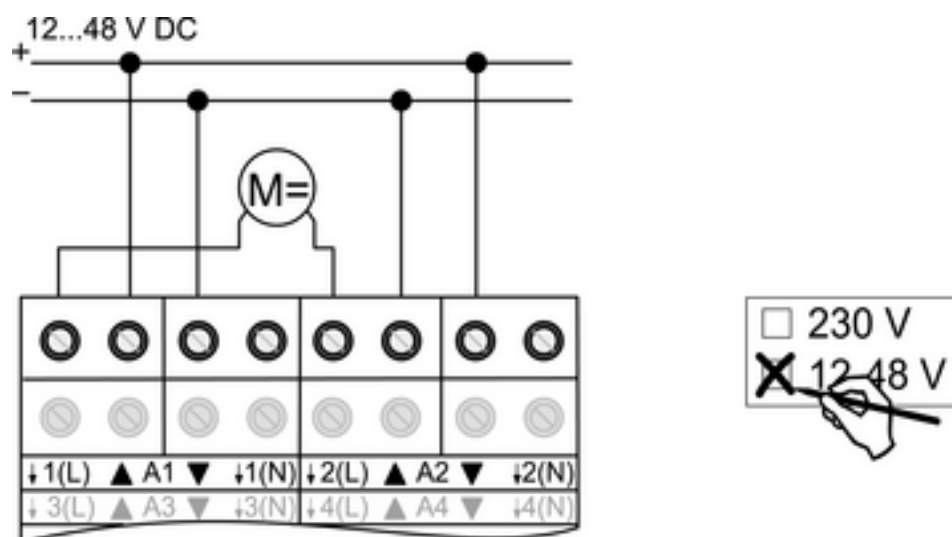

Figura 8
- Conectar los motores (figura 8).
- Indicar en la etiqueta que se está utilizando el modo **12-48 V**(figura 8).